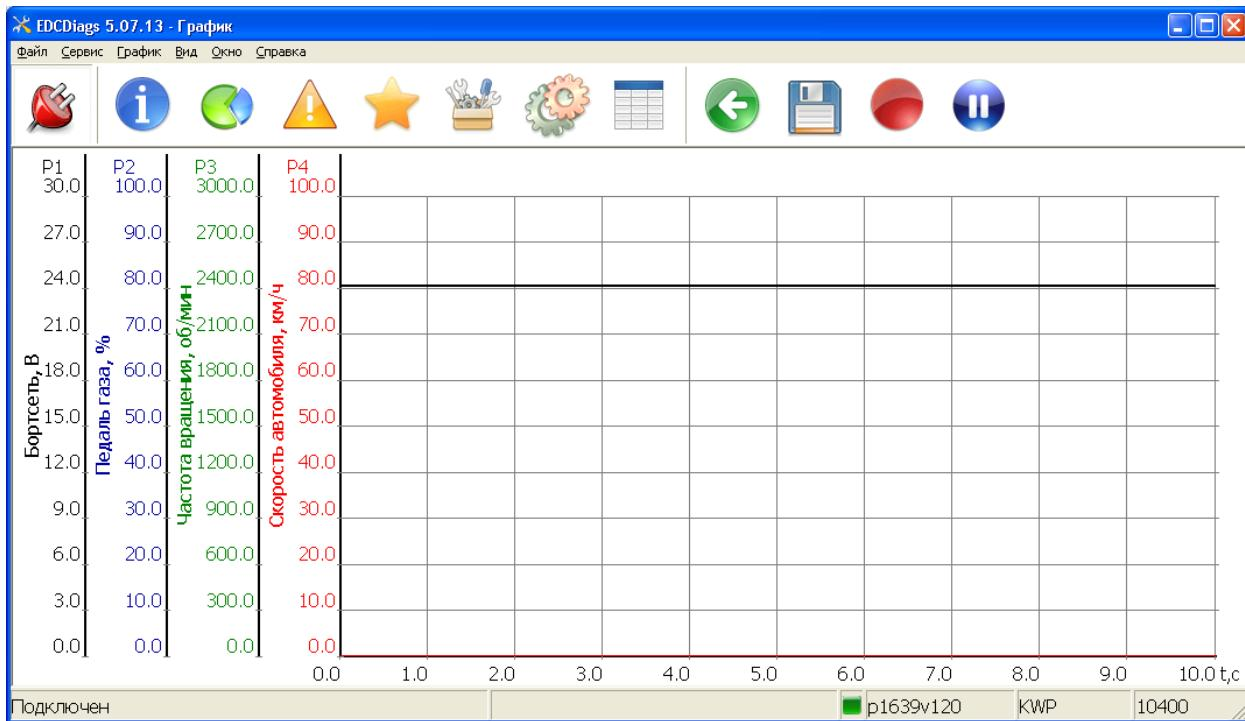

Рис. 3.7.
3.7.7. Возможна одновременная работа с тремя и более параметрами на одном графике (Рис. 3.7.). Для этого необходимо добавить в «список пользователя» требуемые параметры, перейти в «набор X» и нажать на кнопку «Вывести на